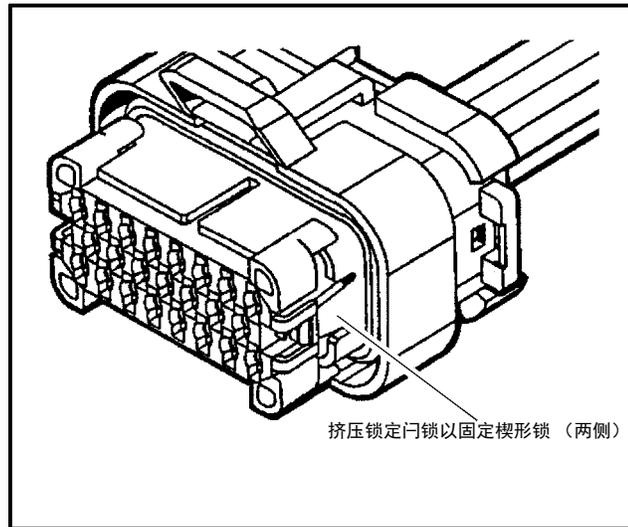

图 7-8. 插头座 (第 3 个, 共 4 个)
3. 插入全部所需的触头后，必须将楔形锁关闭至锁定位置。向内挤压，松开锁定门锁（参见图 7-8. 插头座（第 3 个，共 4 个））。